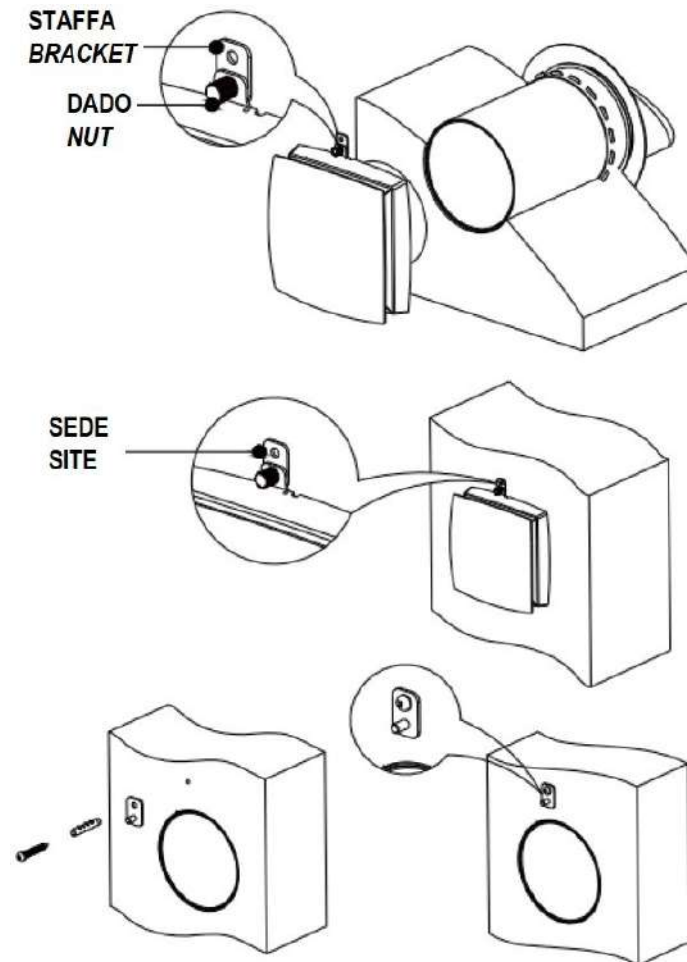

Fig.19
7) Posizionare il blocco ventilatore sulla parete interna della parete (Fig. 19), avendo preventivamente inserito il dado nella staffa superiore del blocco ventola interno. Segnare il punto dove forare la parete per il fissaggio. Riporre il blocco ventola e praticare un foro di diametro 6 mm sul punto segnato per il fissaggio e inserire il tassello (fornito nella confezione). Installare la staffa di fissaggio con la vite (fornita con la confezione).
7) Put the fan on the surface wall as the location (Fig. 19), which the bracket and the nut are installed on the fan in advance, that the duct of the fan must be into the inner duct. Marking the drilling hole site. After put the fan out Drilling 1\* 6mm hole on the marking place and put in the rubber plug (as pack accessories). Install the retaining bracket with a screw (as pack accessories).